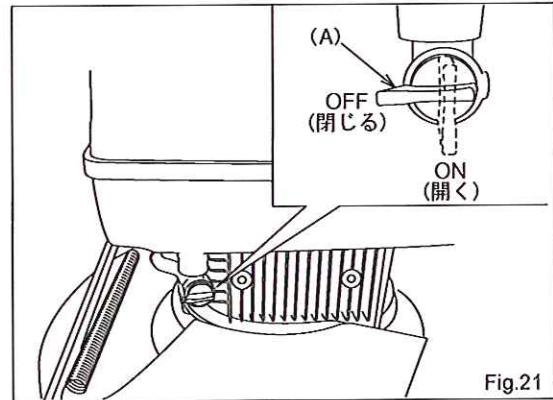

Fig.21
(3) 燃料タップレバー (A) を “OFF” (閉じる) の位置にして下さい。 (Fig.21)
- (1) 緊急事態が発生した時は、ハンドルと共に握っているブレーキレバーを解放して下さい。エンジンが止まり、機械も停止します。
- (2) エンジンが停止したら、必ず燃料タンクの燃料タップレバー (A) を “OFF” (閉じる) の位置にして下さい。 (Fig.21)